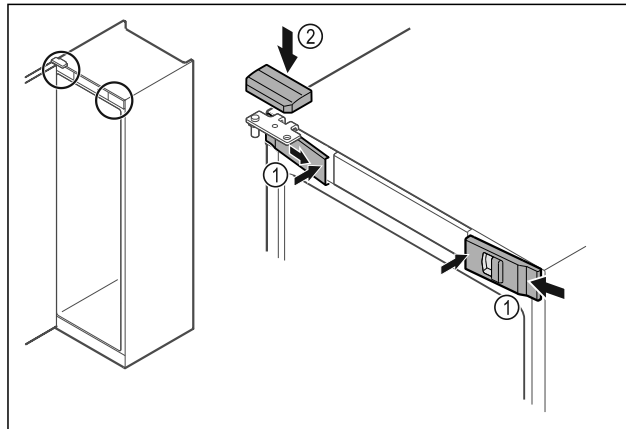

Fig. 51
- Bočno zakvačite prednje poklopce Fig. 51 (1) i uglavite ih iznutra.
- Uglavite gornji poklopac Fig. 51 (2) odozgo.